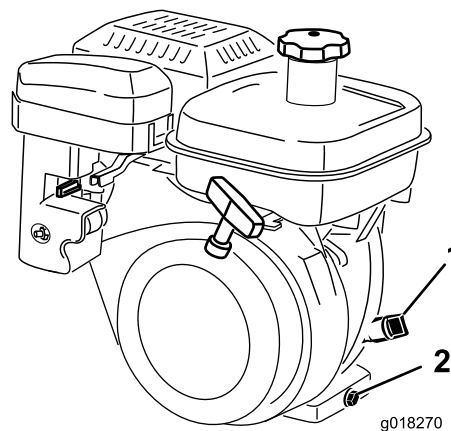

Figura 30
2. Posizionate il tosaerba in modo che il motore sia a livello, e pulite attorno al misuratore del livello dell'olio (Figura 30).
3. Estraete l'asta del livello dell'olio facendola girare in senso antiorario (Figura 30).
4. Tergete l'asta indicatrice del livello dell'olio ed inseritela nel foro di riempimento. Non avvitate l'asta nel foro. Rimuovetela e controllate il livello dell'olio. Se il livello è basso, rabboccate soltanto fino a raggiungere la posizione intermedia tra "H" e "L" sull'asta di livello (Figura 30). Controllate di nuovo il livello dell'olio. Non riempite troppo.
2. Collocate una bacinella sotto il tappo di spurgo, dietro la macchina (Figura 30). Allentate il tappo di spurgo.